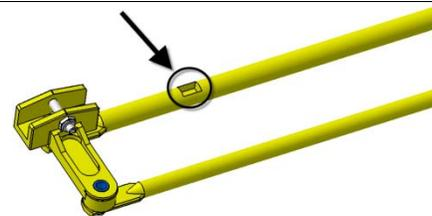

FIGURE 8
8. Insérer le boyau récupéré sur l'ancien bras et l'insérer dans le nouveau bras par le trou de passage indiqué (FIGURE 8).